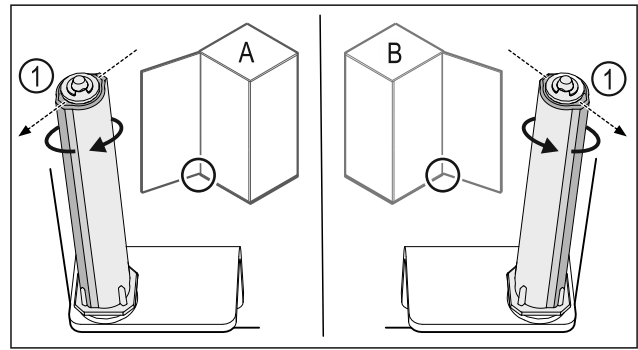

Fig. 37 Розкриття ліворуч (A) / Розкриття праворуч (B)
- ▶ Систему закриття повертати проти опору доки перемичка системи закриття Fig. 37 (1) не показуватиме назовні.